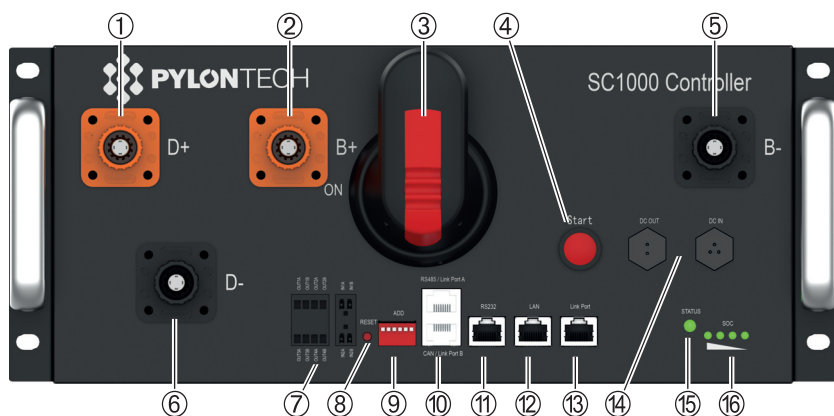

Fig. 6.1 - Modulo di controllo.
**Attenzione.** I rack batterie si attivano o disattivano sulla base delle informazioni ricevute da MBMS. Se la differenza di tensione tra gli zeroCO2 - BESS 125K è superiore al valore previsto, i gruppi batterie non passano al funzionamento in parallelo. Il led di stato del BMS (15, Fig. 6.1) emette luce rossa (condizione normale). La stringa di batterie passerà automaticamente in parallelo durante la fase di carica.